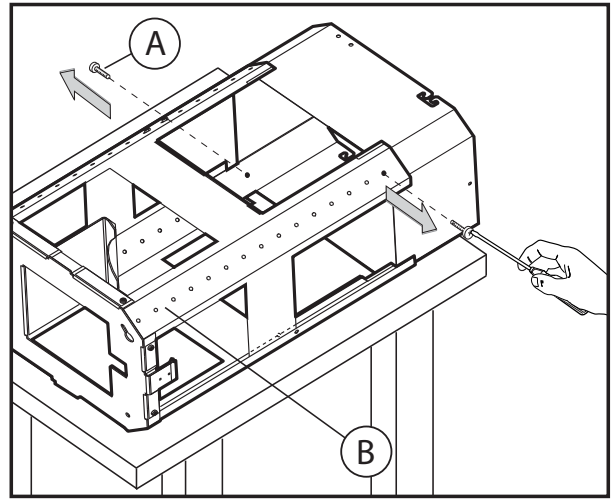

Fig.1
- Déballez la structure et enlevez les 2 vis **A** pour séparer la partie supérieure de la partie inférieure (**Fig.1**).